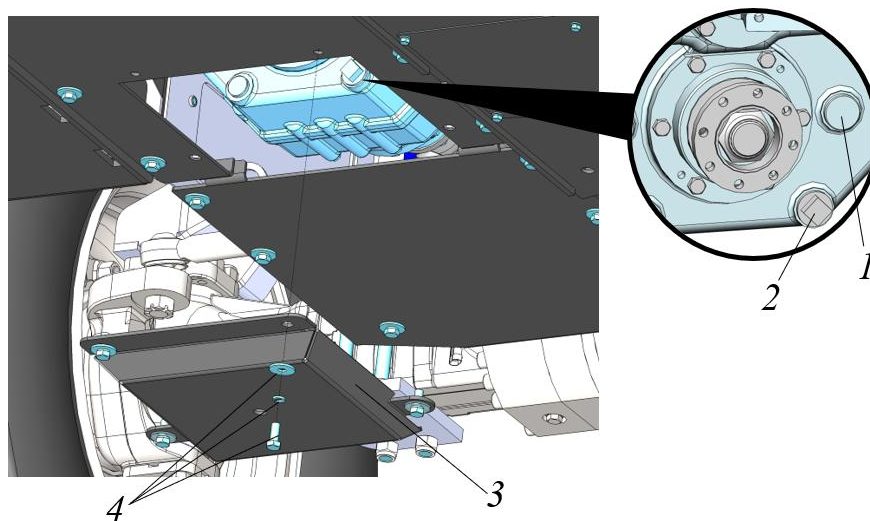

Рисунок 5.69 Проверка уровня масла в коробке передач
Коробка передач размещена над днищем машины, под стрелой. Для проверки уровня масла предусмотрено контрольное отверстие 1, рис. 5.69. Доступ к контрольному отверстию реализован под листом защиты 3.
- ▶ Ключом  на 37 отвернуть пробку контрольного отверстия 1, см. рис. 5.69.
- ▶ Через заливную горловину пополнить коробку маслом. Объем доливаемого масла контролировать по контрольному отверстию 1, рис. 5.69.
- ▶ Установить лист защиты 3 используя крепеж 4, см. рис. 5.69